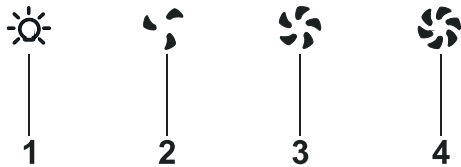

Fig. 19
Pulse el botón de lámpara a fin de encender la lámpara del aparato (Fig. 19).
- El modo automático se puede activar y desactivar pulsando los botones de velocidad 1 y 2 simultáneamente. La visualización del modo automático y del modo manual estarán en intervalos de 2 segundos (Fig. 19).
- A fin de apagar el sensor de humo, pulse los botones (Fig. 19 /2- 3) simultáneamente durante 3 segundos.